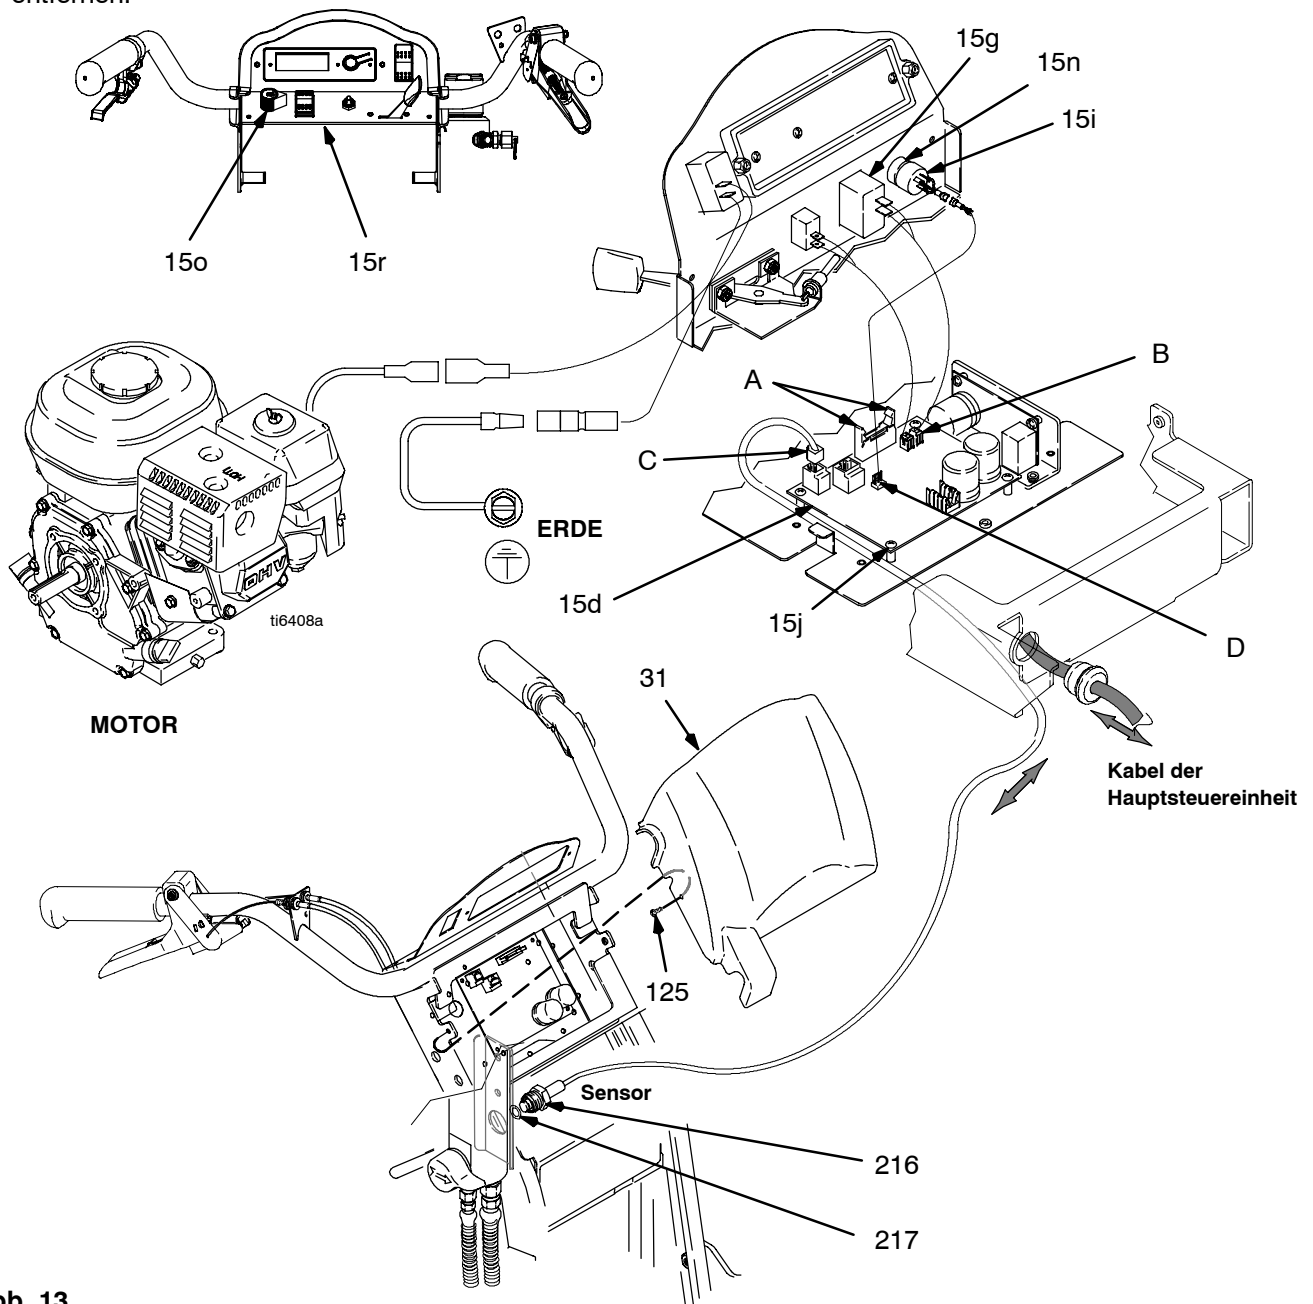

Abb. 13
2. Abb. 13. Zwei Schrauben (125) und Abdeckung (31) entfernen.
3. Steckerflügel (A) des Displays an der Leiterplatte öffnen und den Display-Stecker herausziehen.
4. EIN-/AUS-Schalterstecker (B) von der Leiterplatte abziehen.
2. Abb. 13. Zwei Schrauben (125) und Abdeckung (31) entfernen. Steckerflügel des Displays an der Leiterplatte öffnen und den Display-Stecker herausziehen.
3. Abb. 13 und 21. Die Leitungsverbindungen zur Steuerkarte auf einem Blatt Papier notieren. Die Leitungen von der Steuerkarte (15d) lösen.
4. Abb. 13. Vier Schrauben (15j) von der Steuerkarte (15d) entfernen.
1. Abb. 13. Die Steuerkarte (15d) mit vier Schrauben (15j) anbringen.
2. Abb. 13 und 21. Die Leitungen unter Zuhilfenahme der zuvor angefertigten Skizze an der Steuerkarte (15d) anschließen.
3. Abb. 13. Display-Stecker auf die Leiterplatte stecken und die Steckerflügel an der Leiterplatte schließen. Abdeckung (31) mit zwei Schrauben (125) installieren.
3. Drucksensorkabel (C) von der Steuerkarte (15b) abziehen.
4. Drucksensor (216) und O-Ring (217) vom Filterverteiler (40) entfernen.
1. Abb. 13. O-Ring (217) und Drucksensor (216) im Filterverteiler (40) einbauen. Mit 3,9–5 Nm festziehen.
2. Drucksensorkabel (C) an der Steuerkarte (15d) anschließen.
3. Abdeckung (31) mit zwei Schrauben (125) anbringen.
3. Kabel (D) von der Steuerkarte (15d) abziehen.
2. Abb. 13. Druckeinstellpotentiometer (15i), Wellenmutter, Federring und Potentiometerknopf (15o) installieren.
3. Das Kabel (D) an der Steuerkarte (15d) anschließen.
4. Abdeckung (31) mit zwei Schrauben (125) anbringen.